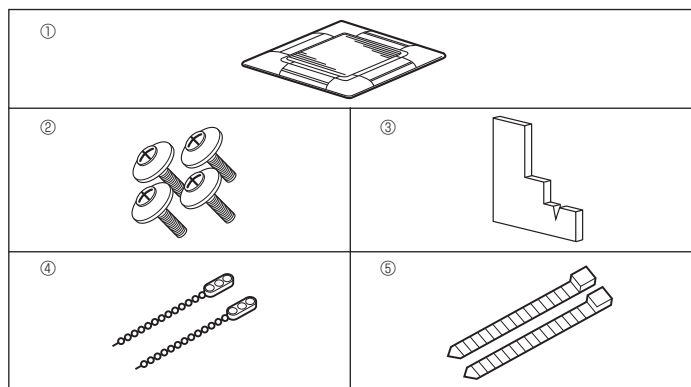

Fig. 8-1
8.1. Проверьте дополнительные принадлежности решетки (Fig. 8-1)